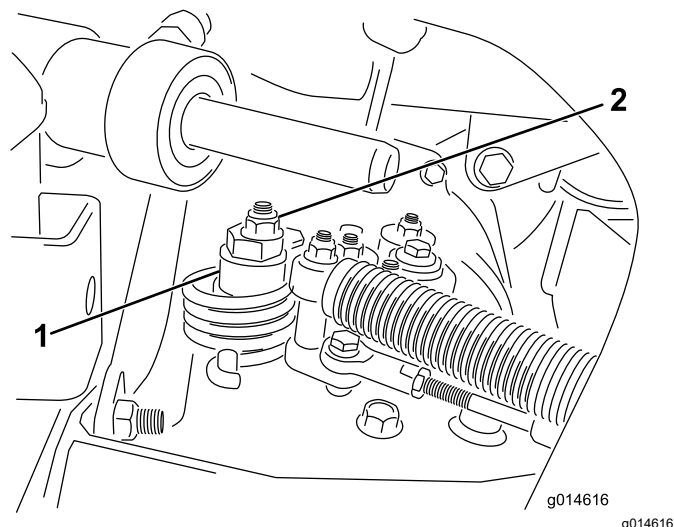

Figure 41
A. Desserrez l'écrou de fixation de l'excentrique en haut de l'hydrostat (Figure 41).
- C. Tournez l'excentrique jusqu'à ce que la roue ne tourne plus dans aucune direction. Lorsque la route arrête de tourner, serrez l'écrou pour bloquer l'excentrique et le réglage (Figure 41). Vérifiez le réglage avec la commande d'accélérateur en position BAS RÉGIME, puis HAUT RÉGIME.